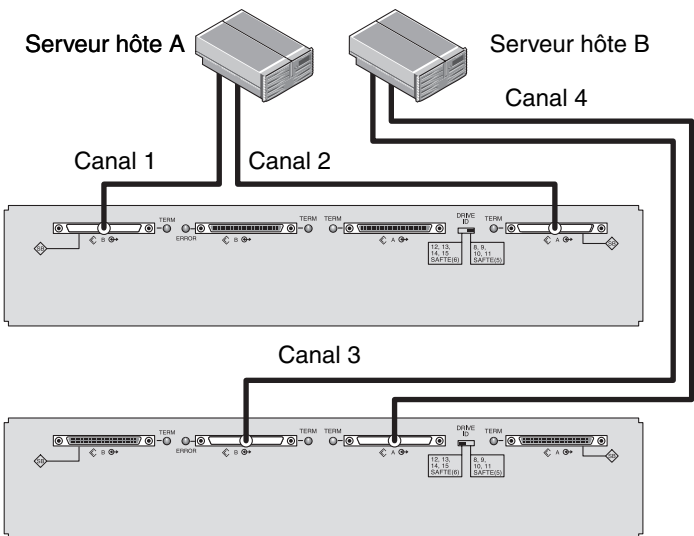

FIGURE 4-13 Unités JBOD reliées directement à des hôtes (à bus scindés)
La FIGURE 4-13 illustre plusieurs hôtes dotés d’unités JBOD dans une configuration JBOD à bus scindés avec deux connexions hôte, chacune étant reliée à un canal (mode monoinitiateur). Cette méthode s’avère efficace pour offrir une fonction de mise en miroir.
Remarque – Vous avez la possibilité de relier les câbles aux ports inboard ou outboard d’une unité JBOD. Les deux types de configurations sont valables. La FIGURE 4-13 illustre un câblage aux ports outboard de l’unité JBOD supérieure et un câblage aux ports inboard de l’unité JBOD inférieure.
Dans la FIGURE 4-13, l’hôte A est relié au port d’entrée B et au port de sortie A tandis que l’hôte B est relié au port de sortie B et au port d’entrée A. Le tableau suivant indique les ID d’unités concernant la FIGURE 4-13.
1. Reliez chaque port JBOD à un hôte, comme décrit dans la FIGURE 4-13.